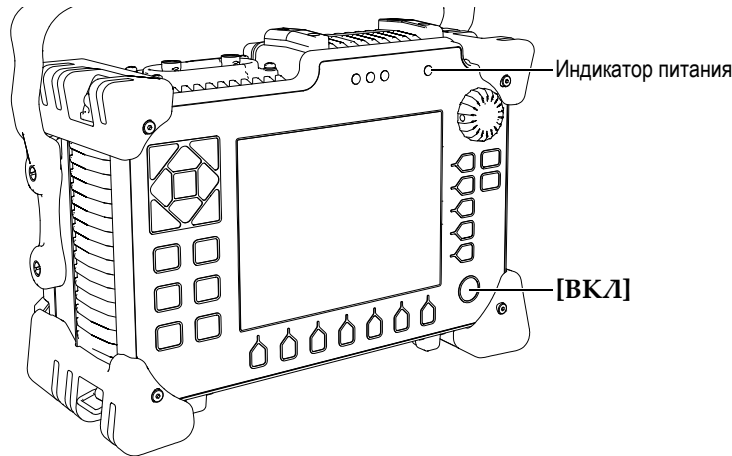

Рис. 2-1 Клавиша ВКЛ и индикатор питания ЕРОСН 1000
На Рис. 2-1 на стр. 40 показано, где находится клавиша ВКЛ и индикатор питания.
4. Включите ЕРОСН 1000, нажав кнопку ВКЛ на передней панели (см. Рис. 2-1 на стр. 40).
На передней панели загорится индикатор питания (см. Рис. 2-1 на стр. 40).